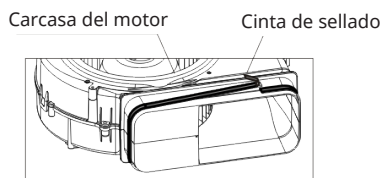

Imagen 3
4. Limpie la superficie de la salida de aire del motor con un paño, pegue la tira de sellado alrededor de la salida de aire y corte el material sobrante, uniendo los dos extremos de la tira. (véase la imagen 3).